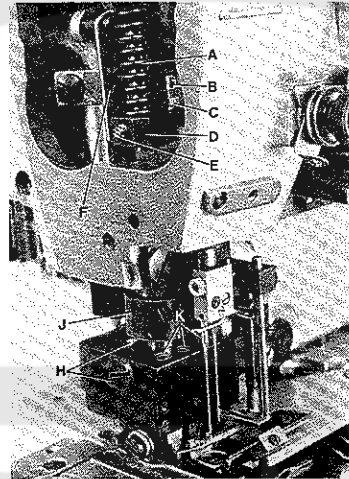

Fig. 46
For easy adjustment remove presser spring regulator on top of machine arm and presser spring (A, Fig. 46).
Adjust long stop screw (B) in presser bar guide (D) against bed casting to ensure a clearance of 0,5 mm (.020 in.) (see Fig. 46 A) between slot end of link (F, Figs. 46 and 46 A) in presser bar guide (D, Figs. 46 and 46 A). Tighten lock nut (C, Fig. 46) on stop screw.
Mount the presser foot, align it with the needles and tighten screws (H, Figs. 46 and 46 B). Rotate pulley until the feed dogs are in down position below the throat plate. Loosen screw (E, Fig. 46) in presser bar guide (D) and press the presser foot down against throat plate until the presser foot bottoms and the yielding section are pressed up by 0,8 to 1 mm (.032 to .040 in.) (see Fig. 46 B). Retighten screw (E) being sure stop screw (B) in presser bar guide rests on the bed casting. Remount presser spring (A) and presser spring regulator.
Set the collar (J, Fig. 46) respectively the lamp bracket on Styles 34800 TDA, for the presser foot height as required, the presser foot bottom should not contact the spreader when the presser foot is lifted.
The pressure exerted by the presser spring (A, Fig. 46) on the presser bar guide (D) should be higher than the pressure exerted by the three springs for presser foot bottoms and the yielding section. The presser bar should not move vertically when sewing. Screw-in presser spring regulator on top of machine arm as required.
The spring pressure exerted on the presser foot bottom and the left and right yielding section can be adjusted individually by turning screws (K, Figs. 46 and 47). Turning clockwise reduces the pressure, turning counterclockwise increases the pressure.
Entfernen Sie zur besseren Einstellung die Drückerfuß-Stellschraube oben am Maschinensarm und die Drückerfeder (A, Fig. 46).
Stellen Sie die lange Anschlagschraube (B) in der Drückerfußstangenführung (D) so gegen den Gehäuseguß, daß zwischen dem Schlitzende des Gelenks (F, Fig. 46 und 46 A) und der Zapfschraube (G, Fig. 46 A) in der Drückerfußstangenführung (D, Fig. 46 und 46 A) ein Abstand von 0,5 mm ist (siehe Fig. 46 A). Ziehen Sie die Feststellmutter (C, Fig. 46) auf der Anschlagschraube an.
Setzen Sie den Drückerfuß ein, richten Sie ihn zu den Nadeln aus und ziehen Sie die Schrauben (H, Fig. 46 und 46 B) an. Drehen Sie am Handrad bis die Transporteure unter der Stichplatte stehen. Lösen Sie die Schraube (E, Fig. 46) in der Drückerfußstangenführung (D) und drücken Sie den Drückerfuß nach unten gegen die Stichplatte, so daß die Drückerfußsohlen und das Seitenteil 0,8 bis 1 mm nach oben gedrückt werden (siehe Fig. 46 B). Ziehen Sie die Schraube (E) wieder an, beachten Sie dabei, daß die Anschlagschraube (B) in der Drückerfußstangenführung am Gehäuseguß anliegt. Montieren Sie Drückerfeder (A) und Drückerfuß-Regulierschraube wieder.
Stellen Sie den Stelling (J, Fig. 46) bzw. den Lampenhalter bei den Maschinen 34800 TDA, für die Drückerfußhöhe so, daß die Drückerfußsohle den Leger nicht berührt, wenn der Drückerfuß angehoben wird.
Der Druck der von der Drückerfeder (A, Fig. 46) auf die Drückerfußstangenführung (D) ausgeübt wird, muß stärker sein als der Druck der drei Federn der Drückerfußsohlen und des Seitenteils, so daß beim Nähen die Drückerfußstange sich vertikal nicht bewegt. Drehen Sie die Drückerfuß-Regulierschraube oben am Gehäusearm entsprechend weit ein.
Der Federdruck auf die Drückerfußsohlen und das Drückerfuß-Seitenteil kann durch Drehen der Schrauben (K, Fig. 46 und 47) individuell eingestellt werden. Drehen im Uhrzeigersinn vermindert den Druck, drehen im Gegenuhrzeigersinn verstärkt den Druck.